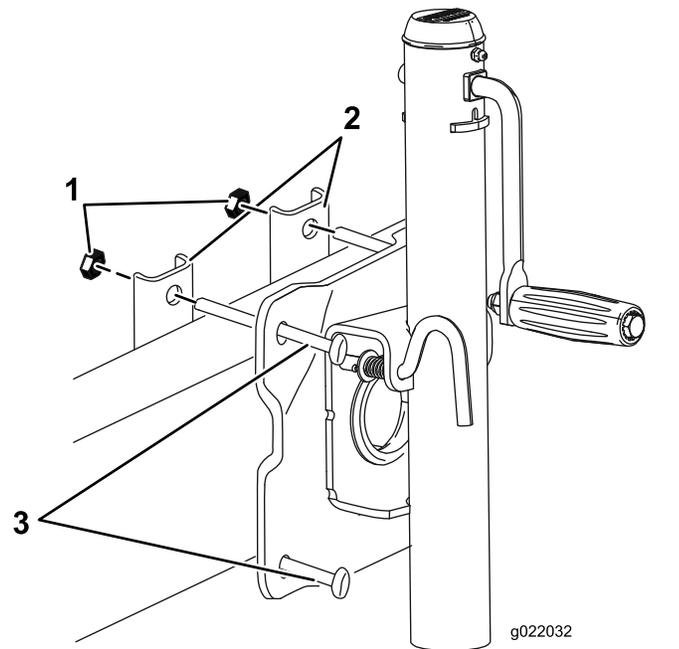

Figure 7
1. Placez le cric contre la flèche (Figure 7).
2. Placez les 2 barrettes de montage de l'autre côté de la flèche (Figure 7).
3. Fixez le cric et les 2 barrettes de montage à la flèche au moyen de 4 boulons et 4 contre-écrous (Figure 7).